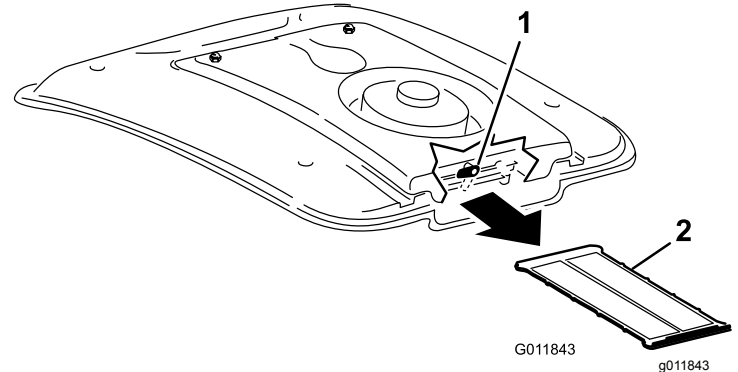

Bild 117
2. Drehen Sie den Riegel hinten an der Lüfterbefestigung zur Seite (Bild 117).
3. Schieben Sie das Klimaanlagengitter unter der Klimaanlage-Spule heraus (Bild 117).
4. Reinigen Sie das Gitter gründlich mit Druckluft (Bild 117).